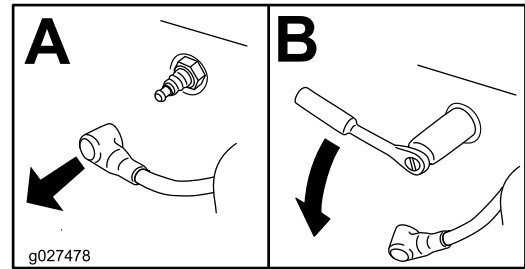

Bild 49
4. Nehmen Sie die Zündkerze heraus (Bild 49).